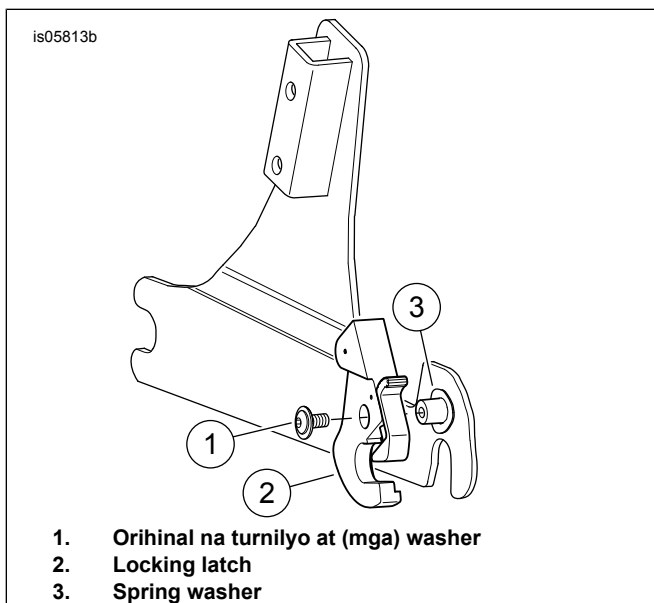

Figure 7. Pagkakabit ng Panloob na Kanan (Nakatago ang Relief)
1. Tingnan ang Figure 7 . Alisin ang kanang non-locking latch. Iwanan ang kanang spring washer sa kanang mounting hub.